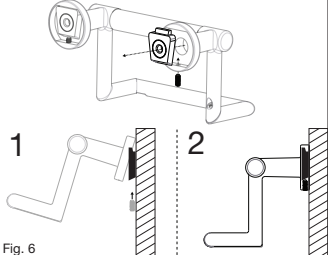

Fig. 6
10. Fije la Barra de Apoyo a la abrazadera de montaje, y asegúrela con el tornillo sin cabeza de hueco hexagonal 10-24 x 1/2". Repita para el otro extremo. **(Fig. 6)**